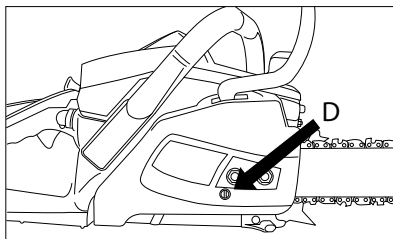

Fig. 11
1. Rotiți mânerul de presiune (D) (Fig. 11) în sensul de rotație acelor de ceasornic, slăbind conexiunea (îmbinările), pentru a întinde lanțul. Pentru reducerea tensionării lanțului, rotiți mânerul de presiune (D) în sensul de rotație contra acelor de ceasornic. Asigurați-vă ca lanțul este plasat pe toată lungimea a sinei.